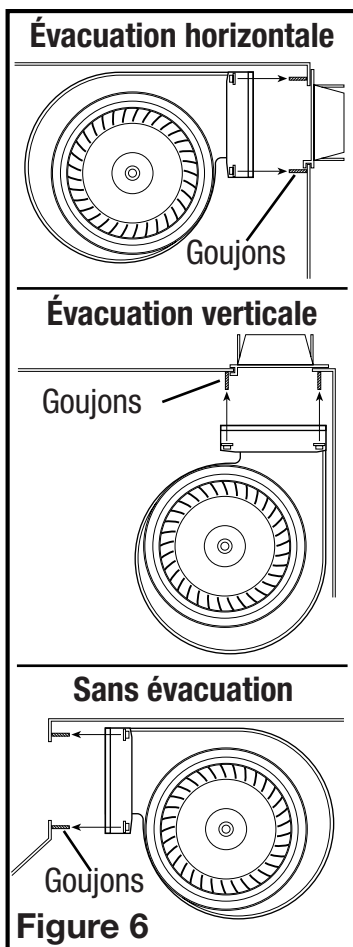

Figure 6
1. Une fois l'ouverture du ventilateur dans la direction choisie, placez les supports de fixation du ventilateur (de chaque côté du ventilateur) au-dessus des goujons du ventilateur à l'intérieur de la hotte (Figure 6).
2. Fixez le ventilateur à l'aide des 4 vis que vous avez enlevées plus tôt. Commencez à visser les écrous à la main, puis serrez-les à l'aide d'un tournevis à douille ou d'une clé à cliquet de 3/8 po jusqu'à ce qu'ils soient complètement enfoncés (Figure 6).